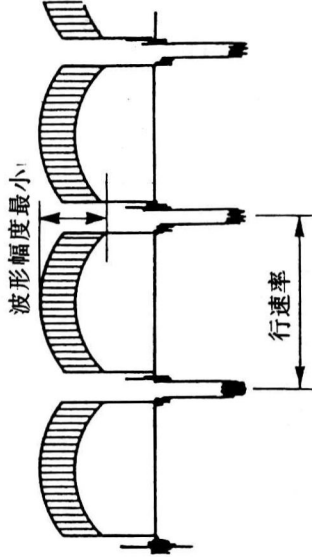

图 67
① 调整条件和步骤与矢量仪的调整情况相仿;
② 调节 VR101 和 VR102, 使波形变为最小, 如图 67 所示。